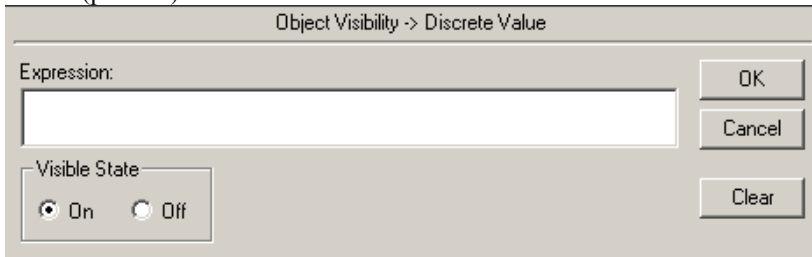

Рис. 46. Диалог настройки видимости объекта.
- **Видимость (Visibility)** - позволяет управлять степенью видимости объекта в зависимости от значения дискретного тэга или выражения (рис. 46).